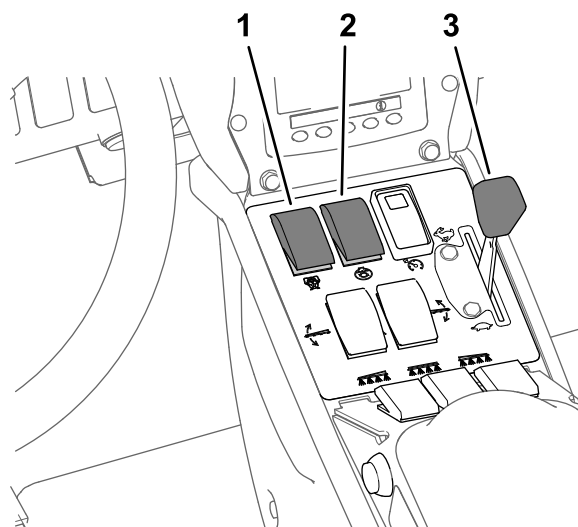

Figure 40
8. Réglez la commande d'agitation et la commande de la pompe de pulvérisation en position ACTIVÉE (Figure 40).
9. Placez la commande d'accélérateur en position HAUT RÉGIME (Figure 40).
Remarque: Cette procédure suppose que la pompe de pulvérisation est en marche; voir Figure 40 sous Pulvérisation en mode débit d'application (page 38).
4. Réglez la commande d'accélérateur au régime moteur voulu pour pulvériser; voir Figure 40 sous Pulvérisation en mode débit d'application \(page 38\).